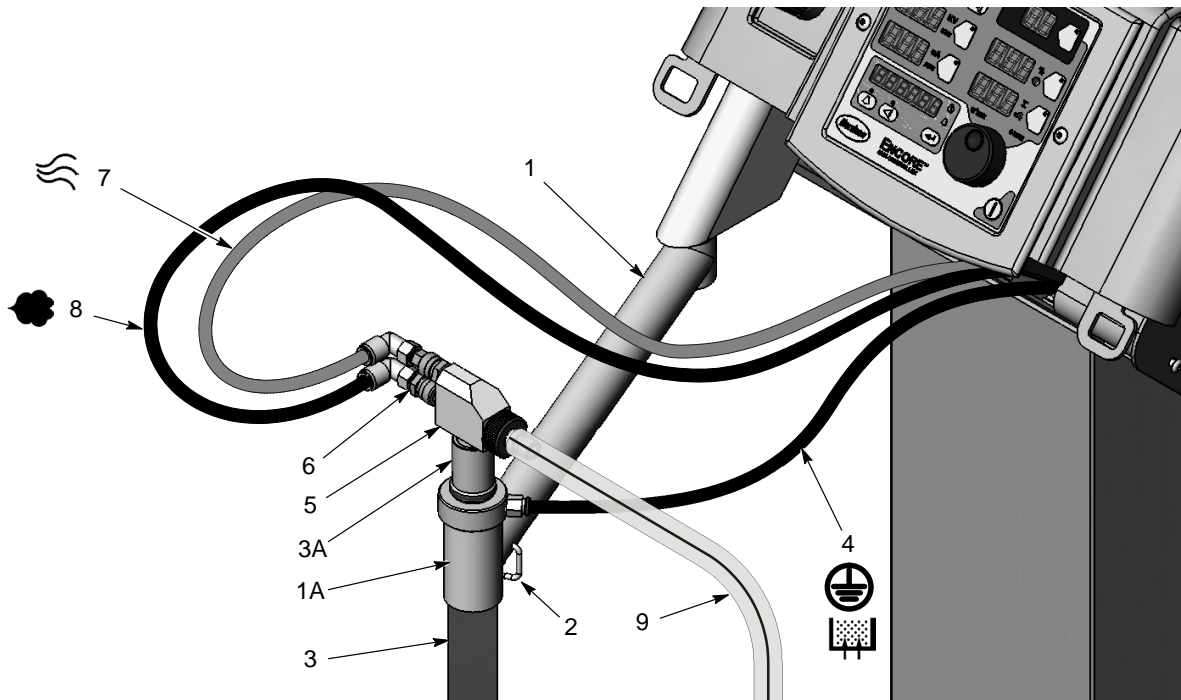

Figura 2-4 Montagem do tubo captador e da bomba
1. Consulte a figura 2-4. Desempacote o tubo captador (3). Rode o braço (1) para fora, afaste a argola do tubo captador (2) e depois desloque o tubo captador através do suporte do tubo (1A).
2. Monte a bomba (5) no adaptador da bomba (3A) com um ligeiro movimento de rotação.
3. Ligue o tubo azul de ar de atomização de 8 mm (7) à união de tubos superior da bomba, o tubo preto de ar de transporte de 8 mm (8) à união de tubos inferior da bomba e o tubo preto de ar de fluidificação de 6 mm (4) na união de tubos do tubo captador.
4. Ligue uma extremidade da mangueira de alimentação de pó (9) à bomba.